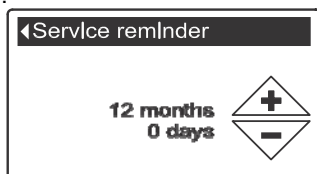

РИС. 79
7. Нажать кнопку ВЫБОР (O) для отображения экрана **Напоминание о техническом обслуживании** (См. Рисунок 79).